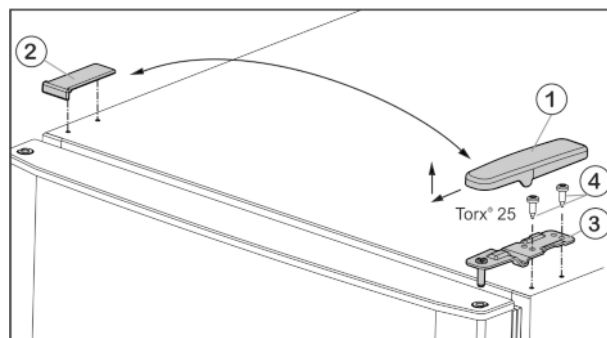

Fig. 6
- ▶ Wyjąć osłonę Fig. 6 (1) do przodu i do góry.
- ▶ Podnieść osłonę Fig. 6 (2).
- ▶ Odkręcić górną płytkę zawiasu Fig. 6 (3) (2 razy Torx® 25) Fig. 6 (4) i wyjąć ją do góry.
- ▶ Włożyć w drzwi górną płytkę zawiasu Fig. 6 (3) po nowej stronie zawiasów.
- ▶ Dokręcić górną płytkę zawiasu (z siłą 4 Nm) (2 razy Torx® 25) Fig. 6 (4). Ewentualnie użyć wkrętarki akumulatorowej.
- ▶ Założyć osłonę Fig. 6 (1) od zewnątrz odpowiednio po przeciwległej stronie i zazębnić.
- ▶ Założyć osłonę Fig. 6 (2) od góry odpowiednio po przeciwległej stronie i zazębnić.